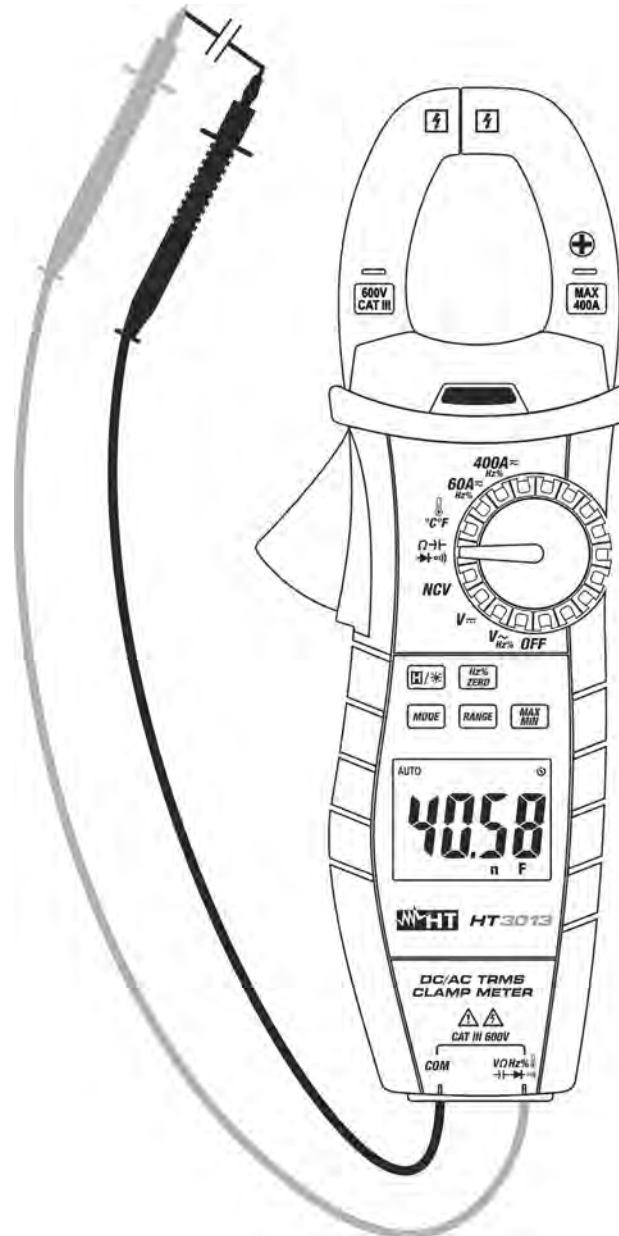

Abb. 9: Verwendung der Zange für Kapazitätsmessung
4. Stellen Sie die Messleitungen in die gewünschten Punkte des zu messenden Kreises (siehe Abb. 9). Der Kapazitätswert erscheint auf dem Display